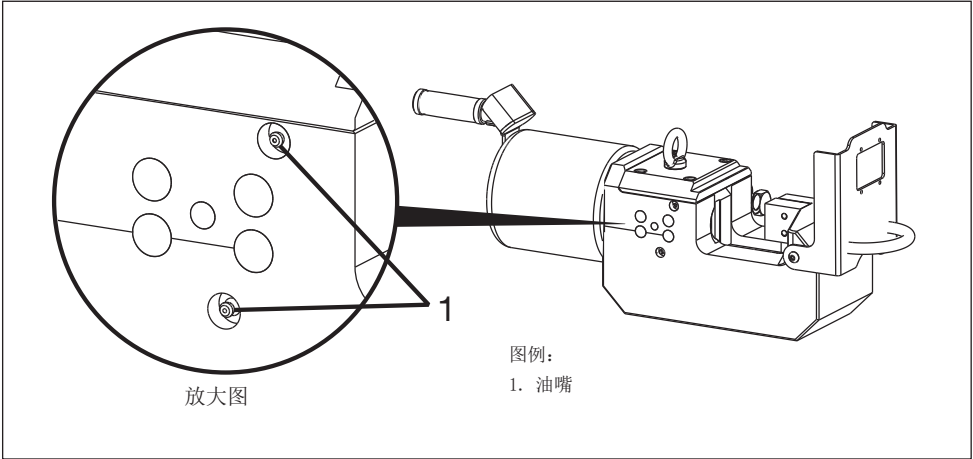

图 14，润滑
- 4. 使用油枪，将油脂加入位于切断机侧面检查孔内的两个隐藏式油嘴之中（图 14，第 1 项）。